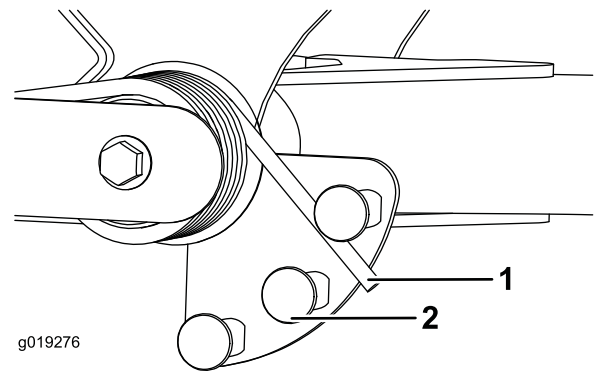

图29
2. 将一个管子或类似物体插入长弹簧一端并将其围绕弹簧传动器旋转至所需位置 图29。